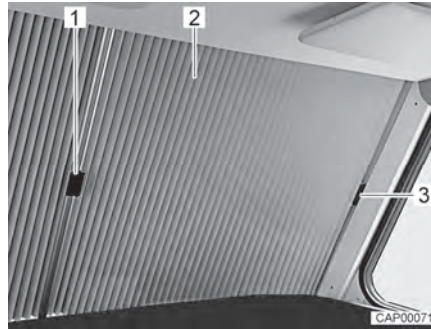

Bild 2 Plisségardin för vindrutan (stängd)
- Skjut båda halvorna av plisségardinen (Bild 2,2) respektive på handtaget (Bild 2,1) utåt under locket på A-stolpen.
- Fäst alltid handtaget i locket (Bild 2,3). Mörkläggningsgardinen för vindrutan är på så sätt säkrad mot oavsiktlig öppning under färden.